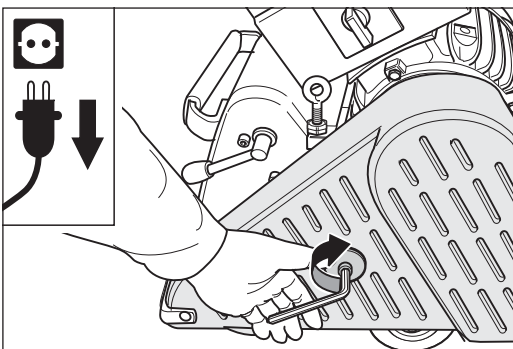

Abb. 103 Den Riemen- und Schutzhülenschutz schließen.
- 9 Nachdem Sie beide Seitenräder ausgetauscht haben, schließen Sie den Riemen- und Schutzhülenschutz (Abb. 103).